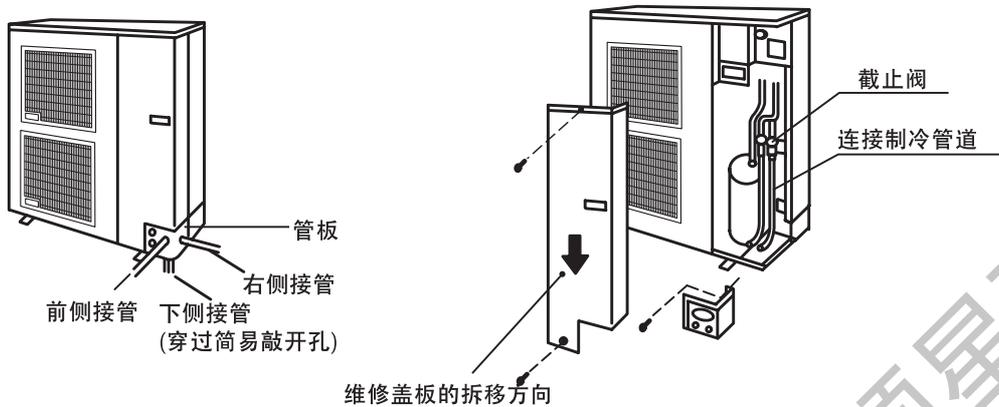

图 4.1 接管方向
- (1) 如图4.1所示，可以从3个方向接管。在前管板打开管孔，使管道从中穿出。